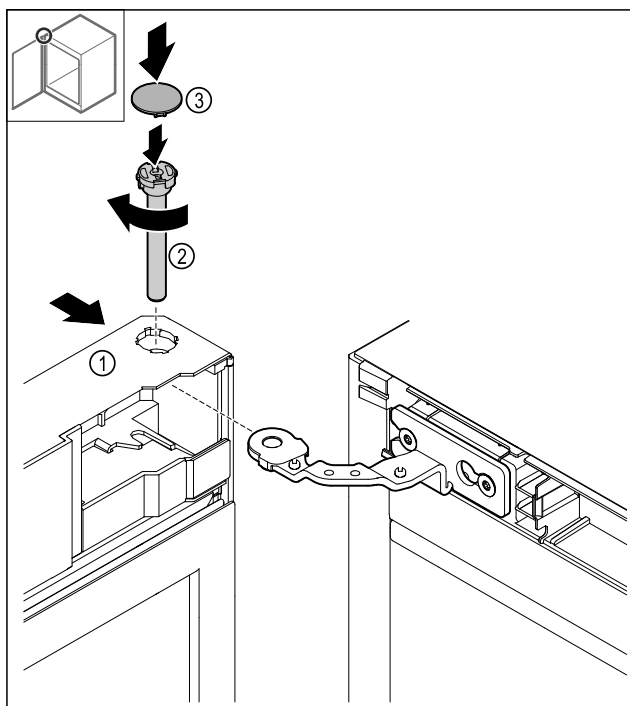

Fig. 43
- Nasuňte dvere Fig. 43 (1) hore na záves.
- Zastrčte čap Fig. 43 (2) a utiahnite ho v smere hodinových ručičiek.
- Nasad'te kryt Fig. 43 (4).